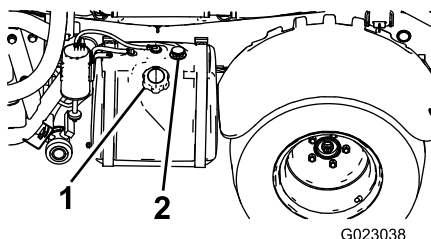

Figura 12
2. Limpe a área ao redor da tampa do tanque de combustível (Figura 12).